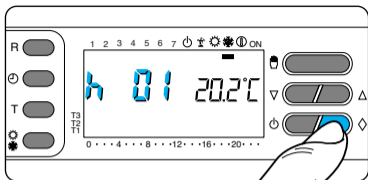

Fig. 28
**5.3** -Premere una sola volta il pulsante  $\diamond$  (fig. 28).